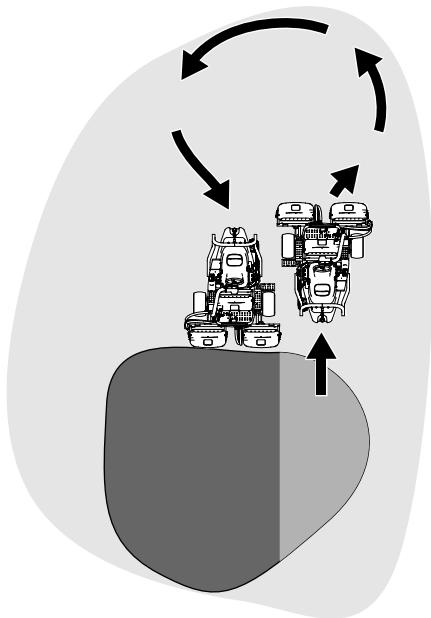

Figure 32
6. Pour réduire le temps de travail et faciliter l'alignement pour la passe suivante, tournez momentanément la machine dans la direction opposée, puis tournez-la vers la partie à tondre. Exécutez un demi-tour en « goutte d'eau » (Figure 32) pour aligner rapidement la machine pour la passe suivante.